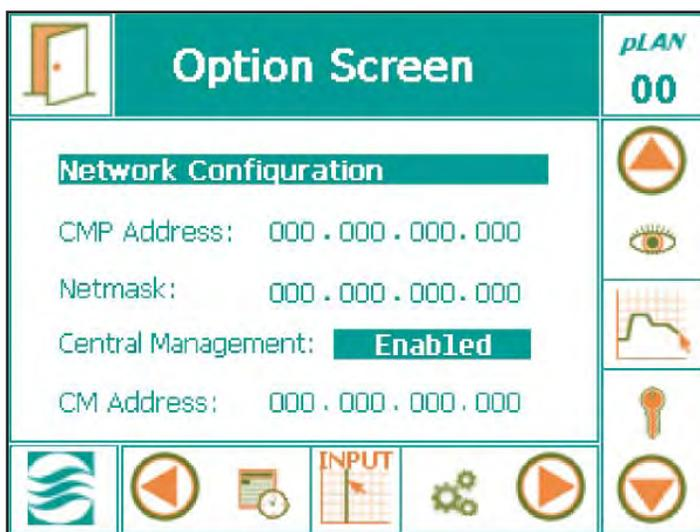

Figure 2.4 : Configuration du réseau
1. Sur l'écran d'état, touchez le bouton « ID » (identifiant)  pour accéder à la configuration du réseau illustrée à la figure 2.4.